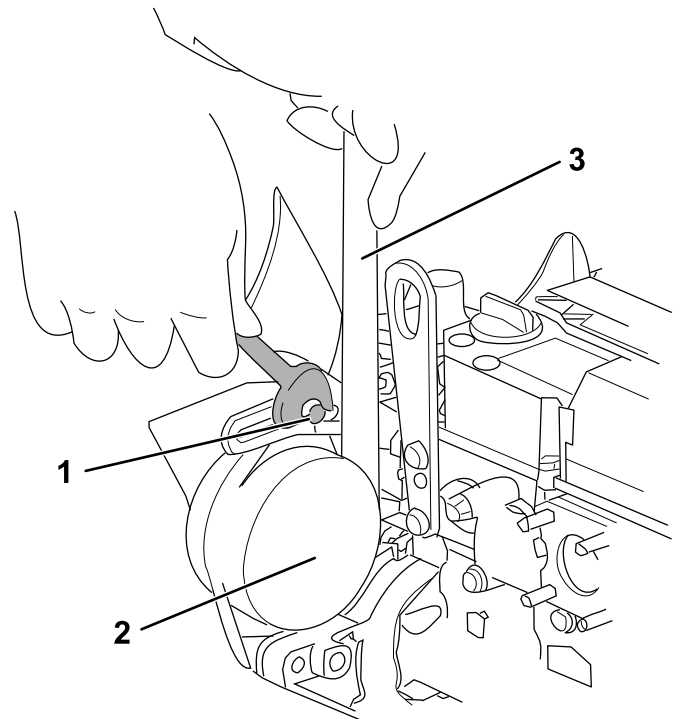

Figura 89
3. Allentate i bulloni di regolazione e i dadi, quindi spostate la cinghia usando una chiave per regolare la cinghia alla tensione corretta (Figura 89).
4. Serrate i bulloni di regolazione e i dadi (Figura 89).